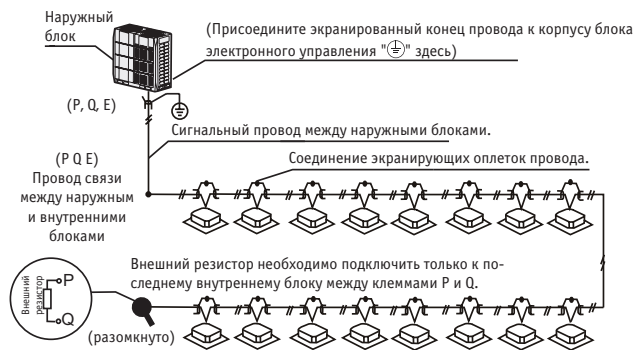

Рис. 8.6
- Проводка связи между внутренними и наружным блоками должна соединять один блок за другим в последовательную цепь, от наружного блока до последнего внутреннего блока. Экранирующую оплетку следует правильно заземлить. Для повышения стабильности системы связи у последнего внутреннего блок необходимо установить внешний резистор (см. рисунок 8.6).